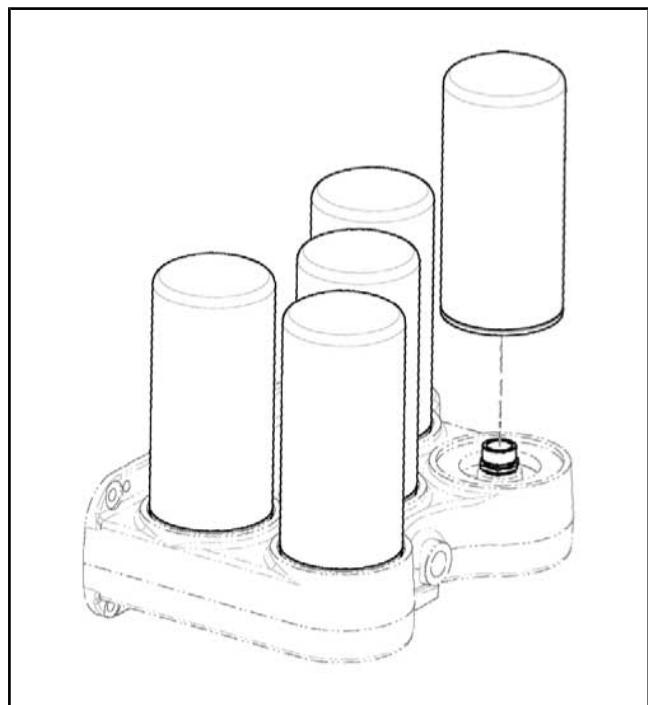

Рисунок 8.05-6: Маслозаливные горловины
3. Снимите масляные фильтры (используйте ключ для фильтра) (см. Рисунок 8.05-6).